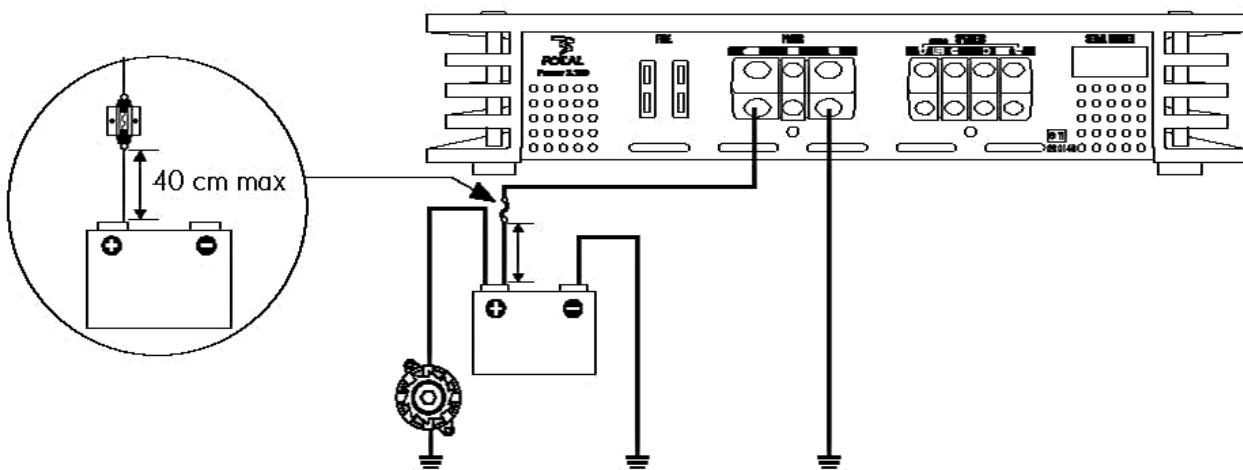

fig. 7
- 9 - Toujours protéger la batterie et le circuit électrique de dommages potentiels à l'aide de fusibles. Installer un porte-fusible et un fusible appropriés sur le câble d'alimentation 12 V positif (+) à moins de 40 cm de la borne de la batterie. Idéalement, cette distance doit être la plus courte possible (fig. 7).
3.7.1 - La phase d'installation du porte-fusible dédié à sécuriser l'installation peut maintenant débuter. Le porte-fusible doit être relié de part et d'autre du câble d'alimentation positif (+). Il doit être situé proche de la batterie {10 à 40 cm (fig. 7)}. Démonter le porte-fusible en prenant soin d'ôter le fusible. Fixer le socle du porte-fusible. Couper le câble d'alimentation rouge entre 10 et 40 cm (maximum) de la batterie (fig. 7). Garder la chute de câble qui servira pour relier l'autre extrémité du porte-fusible à la borne positive (+) de la batterie du véhicule. Dénuder 1 cm (fig. 3), puis étamer. Visser le câble dans le bornier du porte-fusible. Récupérer la chute de câble restante. Dénuder 1 cm (fig. 3), puis étamer. Visser le câble dans l'autre bornier du porte-fusible.